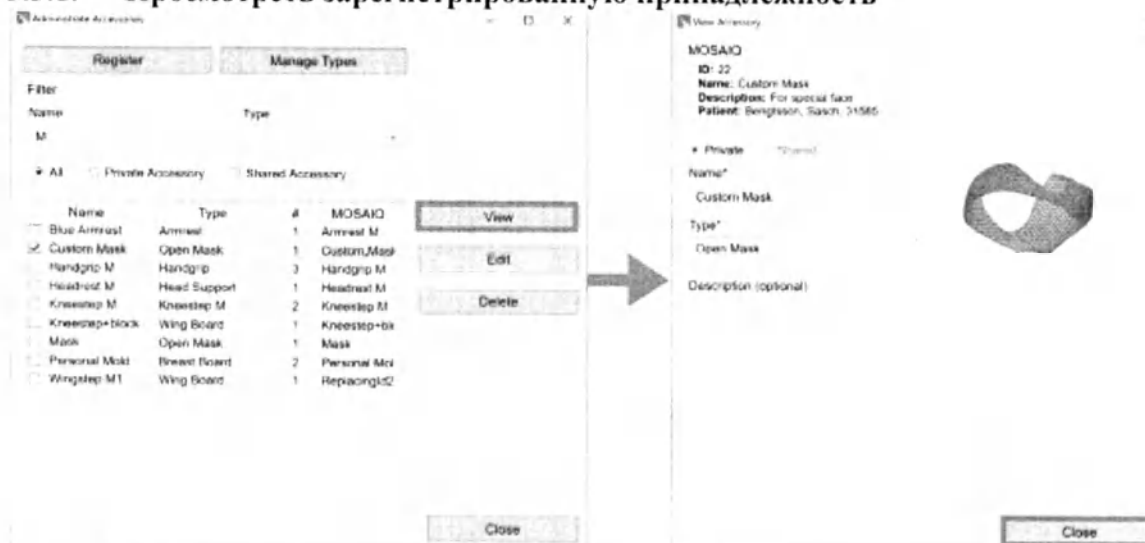

Рисунок 13. Диалоговое окно **View Accessory** («Просмотреть принадлежность»)
3. Нажмите View («Просмотреть»). Откроется диалоговое окно «**View Accessory**» (Просмотреть принадлежность) (рисунок 13). В этом диалоговом окне невозможно редактировать информацию о принадлежности.